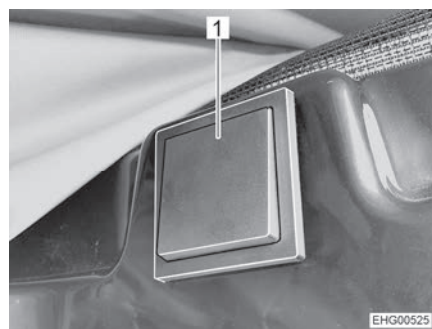

Fig. 88 Tasto per lo sblocco elettrico
Il tasto per lo sblocco elettrico (Fig. 88) è ubicato sul lato destro nella zona sopra la porta scorrevole.
- Premere per circa 2 secondi il tasto (Fig. 88,1).